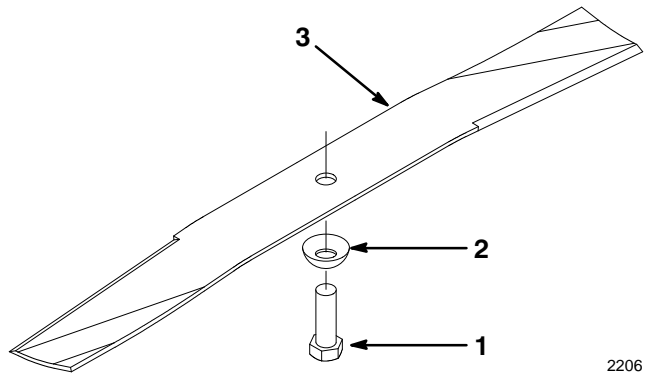

Figure 22
4. **DEPOSE DE LA LAME** — Tenir la lame par l'extrémité avec un chiffon ou un gant épais. Retirer le boulon de lame, la rondelle et la lame (Fig. 22).
6. Remonter la lame affûtée et équilibrée, la rondelle et le boulon de lame. Les parties incurvées de la lame doivent être tournées vers le haut du carter de la tondeuse. La rondelle est bombée et doit être montée avec la face convexe vers le bas, comme illustré à la figure 22. Serrer le boulon de lame à 61-68 N·m (45-50 ft·lb).